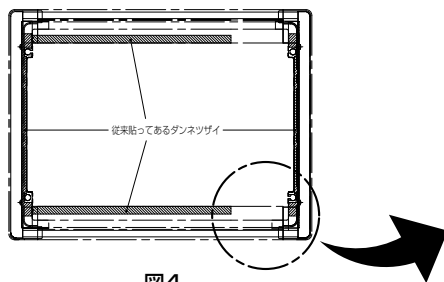

図4
- 標準仕様で使用する場合は付属のダンネツザイを化粧パネルの枠に貼り付けてください。(図4)